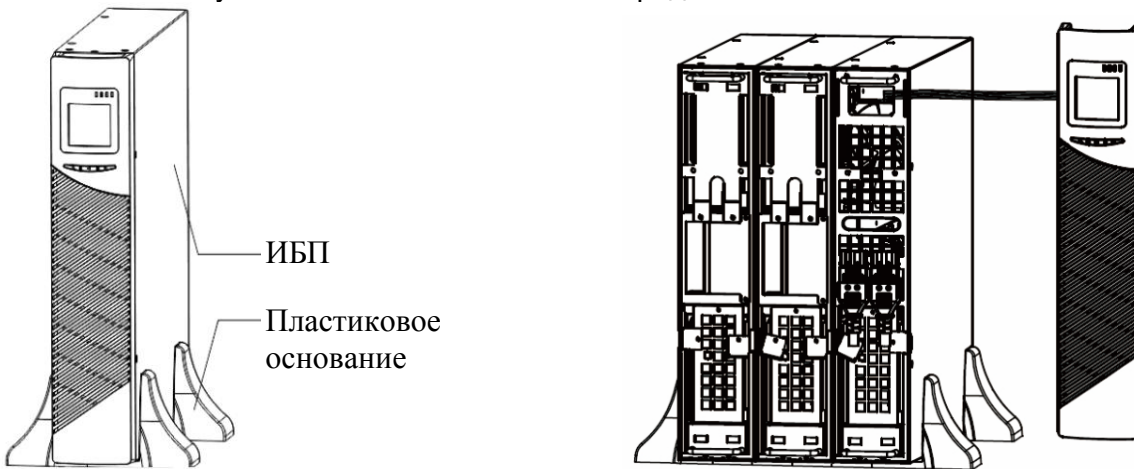

Рис.16 Установка ИБП и внешних аккумуляторных блоков
2. Совместная установка ИБП и блоков АКБ представлена на Рис. 16
1. Установите основание, затем поместите элементы ИБП на основание один за другим, как показано на Рис.16.
1. На задней части ИБП удалите заглушку, закрывающую соединительный разъем аккумулятора. Сохраните заглушку (См. рис. 16).